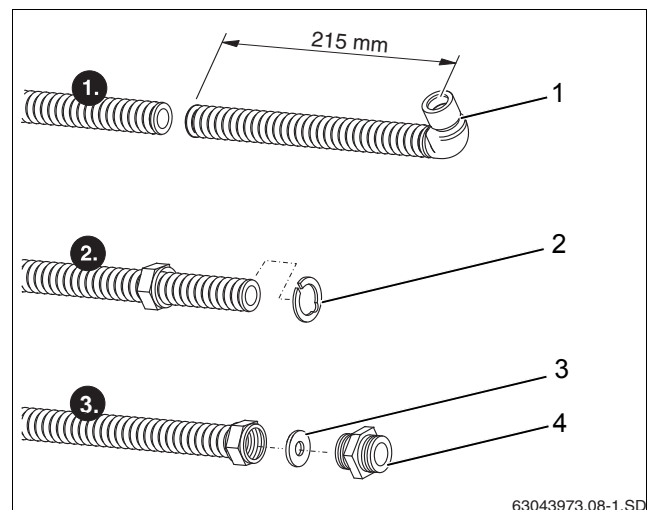

Рис. 39 Укорачивание соединительной трубы (изображена без изоляции)
- ▶ Труборезом отрежьте часть соединительной трубы длиной 215 мм от середины уголка (рис. 39, [1]).
- ▶ Уложите сзади первой волны зажимную шайбу (рис. 39, [2]) и сожмите. Она должна равномерно прилегать к буртику накидной гайки.
- ▶ Уложите шайбу (рис. 39, [3]) в накидную гайку на срез трубы.
- ▶ Заверните двойной ниппель (рис. 39, [4]) в накидную гайку, чтобы получилась плоская уплотняющая поверхность на соединительной трубе.